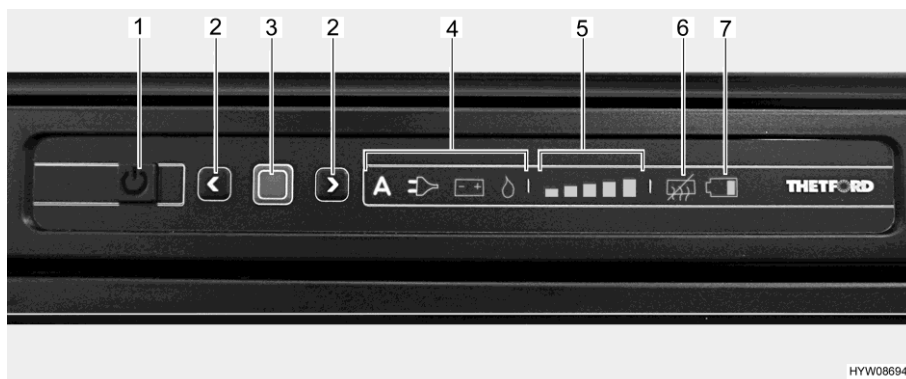

Bild 186 Lysdiodsreglage (kylskåp Thetford)
- Tryck på på/av-knappen (Bild 186,1) i en sekund. Knappen tänds med grönt ljus. Efter ca 10 sekunder dimmas indikeringen automatiskt för att spara ström.
- Tryck på bekräftelseknappen (Bild 186,3). Det sist valda driftläge visas.
- Tryck ned bekräftelseknappen (Bild 186,3) i cirka 2 sekunder. Symbolen för driftläge blinkar.
- Manuellt energival: Med pilknapparna (Bild 186,2) väljer du önskad energikälla.
- Automatiskt energival (endast för utförande med automatiskt energival): Välj driftläget "A" med hjälp av pilknapparna (Bild 186,2).
- Bekräfta valet med bekräftelseknappen (Bild 186,3).
- Tryck på bekräftelseknappen (Bild 186,3) igen. Kynivåindikatorn (Bild 186,5) blinkar.
- Ändra inställningen genom att trycka på pilknapparna (Bild 186,2) tills önskad inställning visas.
- Tryck på på/av-knappen (Bild 186,1) i cirka 2 sekunder. Alla lampor släcks. Kylskåpet är avstängt.
Kyltemperaturreglering När kylskåpet sätts på väljs automatiskt den sist valda termostatinställningen. Denna inställning kan ändras manuellt med pilknapparna (Bild 186,2). Det tar alltid några timmar innan man har en normal drifttemperatur i kylskåpet. Vid omkopplingen till ett annat driftläge, bibehålls termostatinställningen.